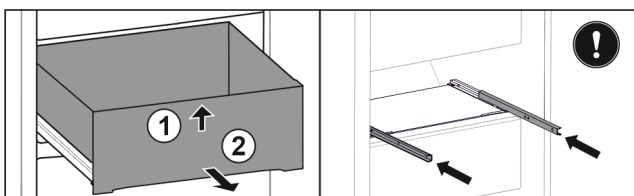

Fig. 147
- ▶ Løft skuffen fremefter. Fig. 147 (1)
- ▶ Tag skuffen ud fremefter. Fig. 147 (2)